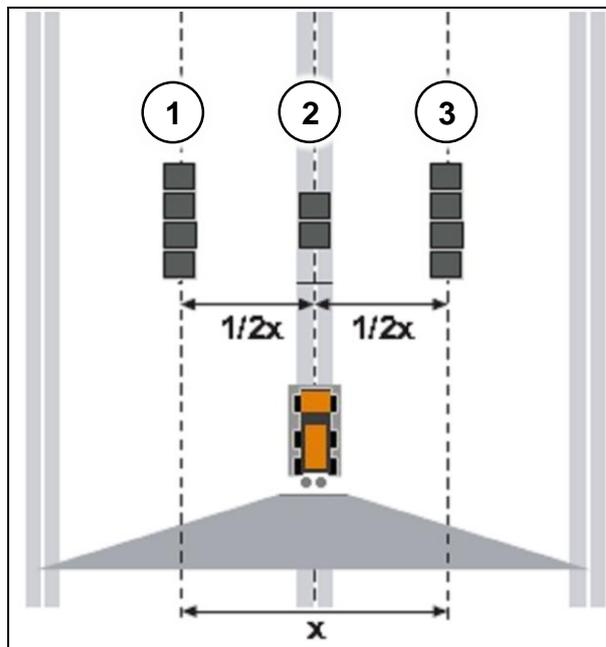

Рис. 146
- 2 Расставьте лотки для сбора материала, как показано на рисунке (Рис. 146), при этом X – ширина внесения из таблицы. Центральный ряд лотков (Рис. 146/2) стоит посередине колеи машины, Ряды лотков (Рис. 146/1,3) стоят от центра на половину ширины внесения.